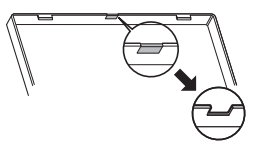

Рис. 4.2.7
• Вырежьте заглушку отверстия (показана серым на Рис. 4.2.7) в декоративной панели ножом или кусачками.